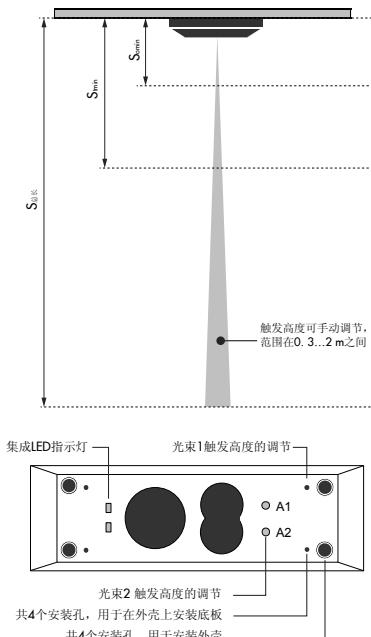

图4：产品的触发高度及工作距离
5. 设定触发高度(参见图4)
6. 设定触发高度(参见图4)